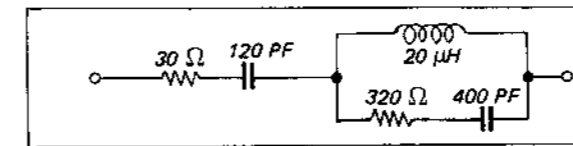

Fig. 3-9. LW dummy antenna
2. LW dummy antenna. See Fig. 3-9.